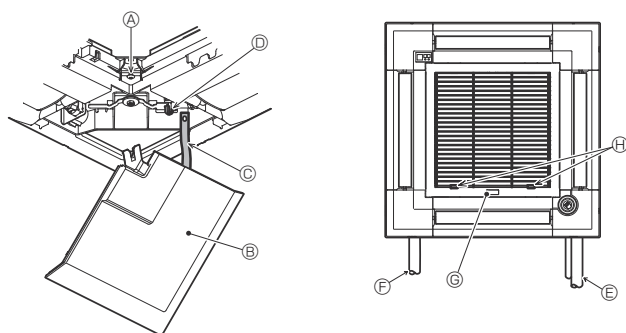

Fig. 9-12
9.5. Montering af indtagsgitteret (Fig. 9-12)